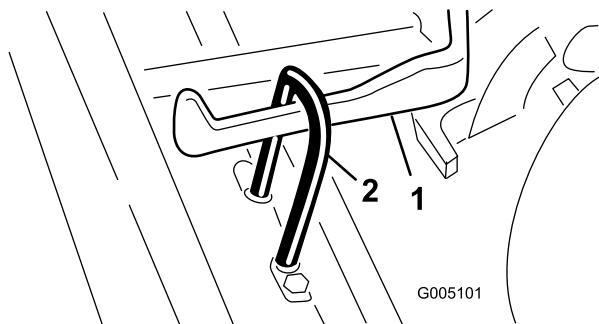

Figura 7
2. Faça deslizar a unidade de corte para debaixo da estrutura de apoio enquanto engata o cilindro de elevação no braço de elevação (Figura 7).